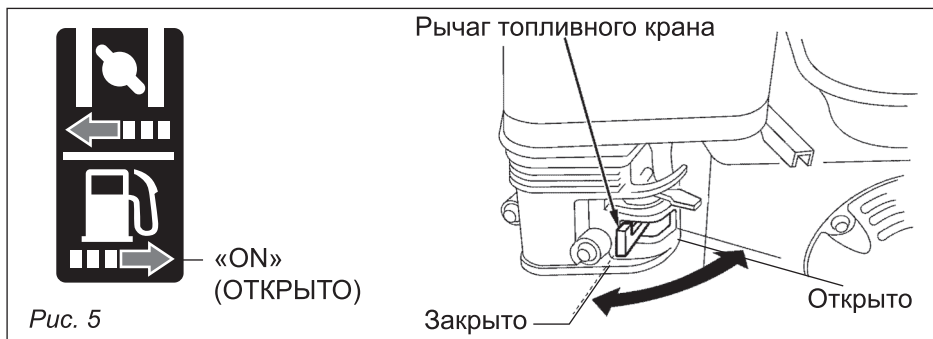

Рис. 5
Переместите топливный кран в положение «Открыто» (ON) и убедитесь, что нет утечки топлива (рис. 5).